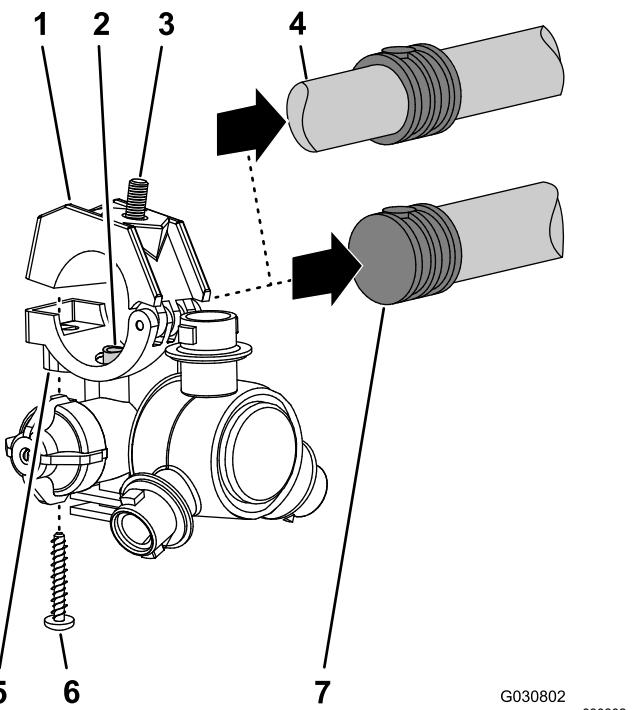

Figura 133
5. Trabajando con las 8 boquillas de fumigación que retiró en el paso 1, retire los tornillos de acero inoxidable (Nº 12 x 1 1/4") que sujetan las mitades superiores de las abrazaderas y los conectores de manguera de dentado simple o doble (3/4") al cuerpo de cada boquilla de fumigación, y retire los conectores de manguera dentado (Figura 133).